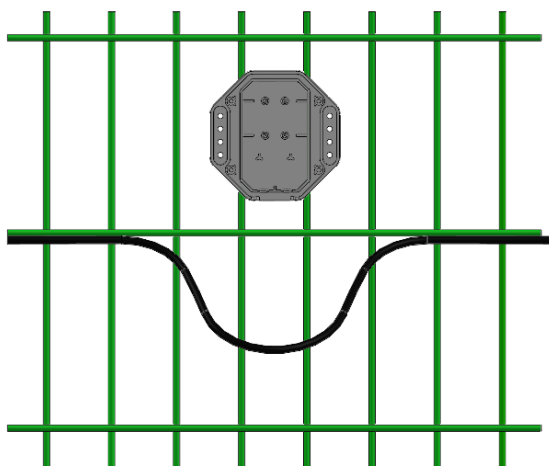

Рисунок 3. Основание кожуха и петля кабеля
4.4.2 Проложить соединительный кабель по требованиям проекта или по полотну ограждения, закрепляя его временными креплениями. В местах установки модулей сделать петли (рисунок 3). Размер петель должен быть достаточный для последующей разделки кабеля и подключения модулей.